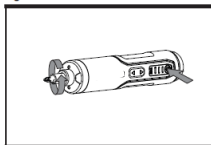

Fig.C1
1. FUNZIONAMENTO AVANTI/INDIETRO (VEDI FIG. C1, C2)
Premere una delle due estremità del pulsante di funzionamento avanti/indietro per avviare l'avvitatore. Rilasciarlo completamente per arrestare l'avvitatore. Rotazione in avanti (in senso orario): Premere il pulsante di avanzamento per azionare le viti (Fig. C1).